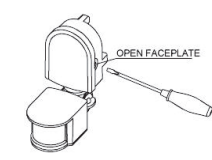

Figure 1
- Déchargez le capot avant directement à l'aide d'un tournevis. (figure 1). Trouvez le trou du fil avec le joint en bas et passez le câble d'alimentation à travers le trou.